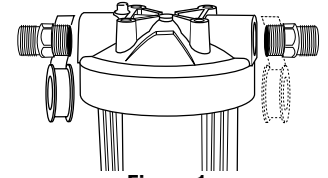

Figure 1
3. **Enrouler le ruban de PTFE autour de l'adaptateur de compression mâle de 1 po (à droite, vous référer à la Figure 1) et visser adéquatement à la tête du filtre. Ne pas utiliser de garniture d'étanchéité (enduit d'enrobage), car certains types peuvent endommager les raccords de plastique. Ne pas trop serrer car cela peut endommager la tête du filtre. Un système endommagé peut occasionner des dommages matériels associés aux fuites d'eau.**